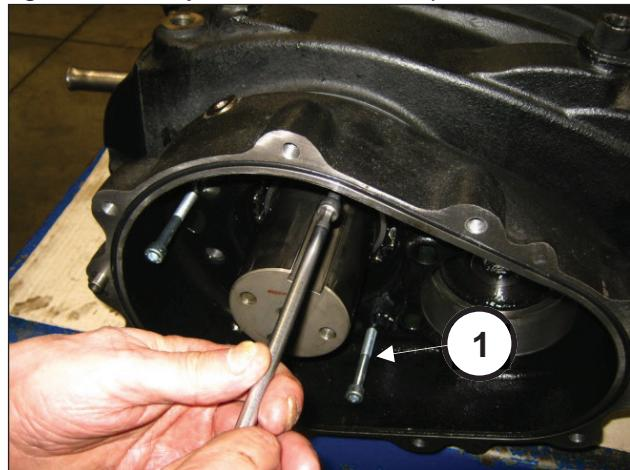

Fig. 23
Posicione os 3 grãos ou parafusos roscados M8 (pos. ①, Fig. 23) com a função de extratores nos respectivos furos.